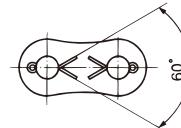

図22.割ピンの開脚
- 1) 割ピンの開脚は60°程度としてください（図22）。割ピンの再使用や市販の割ピンは使用しないでください。